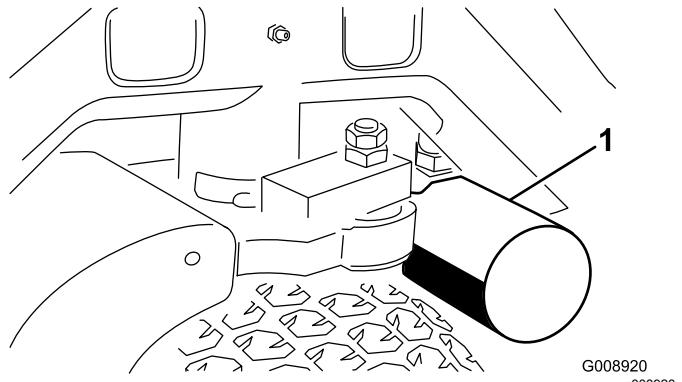
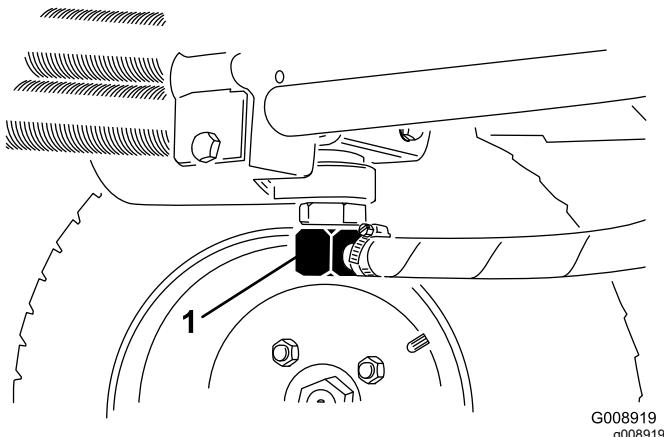

Bild 64
Bild 65
3. Reinigen Sie den Anbaubereich des Filters. Stellen Sie ein Auffangwanne unter den Filter (Bild 64) und entfernen den Filter.
2. Klemmen Sie die Hydraulikölleitung ab (Bild 65) oder entfernen den Hydraulikölfilter (Bild 64) und lassen das Hydrauliköl in ein Auffanggefäß ablaufen. Montieren Sie die Hydraulikölleitung, wenn kein Öl mehr ausströmt.